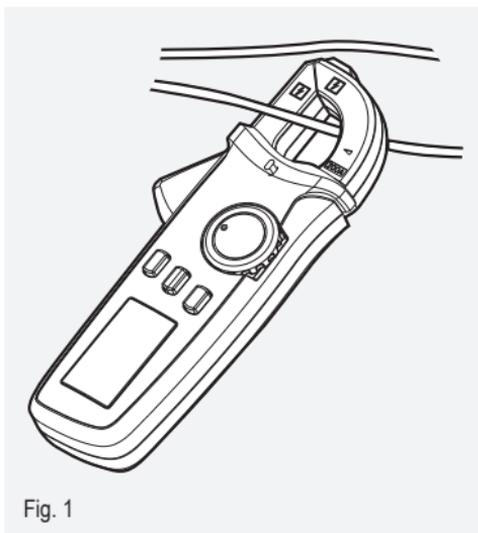

Fig. 1
- Attivare la funzione premendo il pulsante **MAX/MIN** (3). Disattivarla premendo e tenendo premuto il pulsante **MAX/MIN** per 2 secondi. La spia di controllo si spegne.
- Premendo il pulsante **REL** (6) viene attivata la funzione. Sul display compare < **REL** >. Per disattivare la funzione, premere nuovamente il pulsante **REL**. La spia di controllo < **REL** > si spegne. Disattivando la funzione viene reimpostato il valore di riferimento.
- ➔ Con la pinza amperometrica misurare sempre solo un conduttore elettrico (Fig. 1). Se si includono più conduttori, non si ha nessun risultato di misurazione.
2. Aprire la pinza (1) con la leva di apertura pinza (8), posizionarla attorno al conduttore (su cui deve avvenire la misurazione) e chiudere la pinza lentamente e completamente.